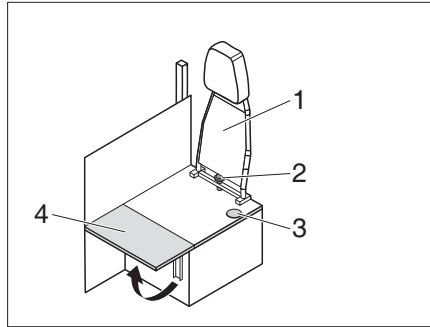

Bild 218 Umbau Fahrbetrieb - Wohnbetrieb
- Sternschraube (Bild 218,2) abschrauben und Rückenlehne (Bild 218,1) nach oben abnehmen.
- Sitzbankverlängerung (Bild 218,4) hochklappen.
- ▷ Beim Umbau vom Wohnbetrieb zum Fahrbetrieb in umgekehrter Reihenfolge verfahren. Darauf achten, dass der Sicherheitsgurt durch die Öffnung (Bild 218,3) geführt wird.